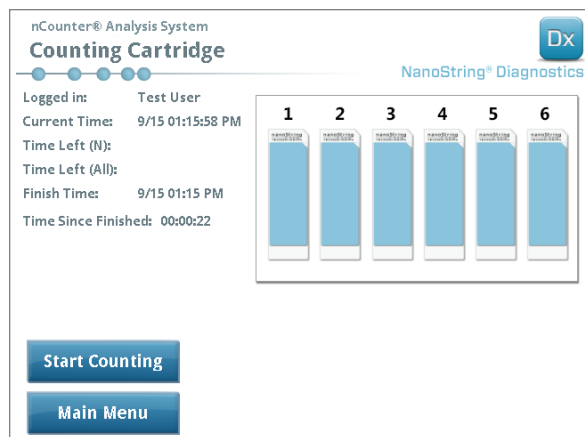

ABBILDUNG 6.8: Der Bildschirm „Counting Cartridge“ (Cartridge erfassen) mit sechs fertiggestellten Cartridges.
7. Wenn eine Cartridge fertig gescannt worden ist, wird eine E-Mail-Benachrichtigung an den Benutzer geschickt. Auf dem Verarbeitungsbildschirm ist nun zu erkennen, dass die Cartridge fertig ist (ABBILDUNG 6.8). Wenn Sie die E-Mail-Nachricht erhalten, dass der Scanvorgang abgeschlossen ist, entfernen Sie die gebrauchte Cartridge. Im Falle eines Gerätefehlers oder falls keine Berichte verfügbar sind, lagern Sie die Cartridge bis zu einer Woche bei 4 °C in einer lichtundurchlässigen Box (um es vor Licht zu schützen). Hilfe erhalten Sie unter dxsupport@nanosttring.com.